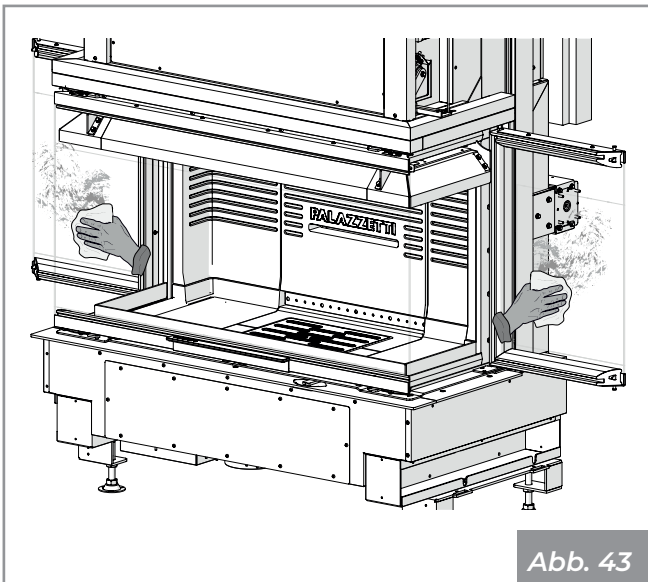

Abb. 43
- 3) Reinigen Sie das Glas mit einem feuchten Tuch oder mit angefeuchtetem Papier mit Asche (Abb. 43).